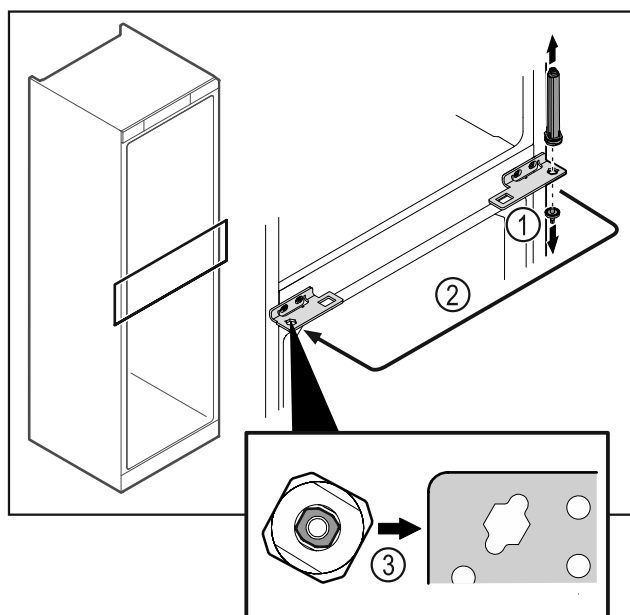

Fig. 48
- Scharnierbout Fig. 48 (1) losschroeven.
- Deursluitsysteem Fig. 48 (2) verplaatsen.
- Let erop dat bij het plaatsen de boutafschuiving Fig. 48 (3) naar het ronde gat wijst.